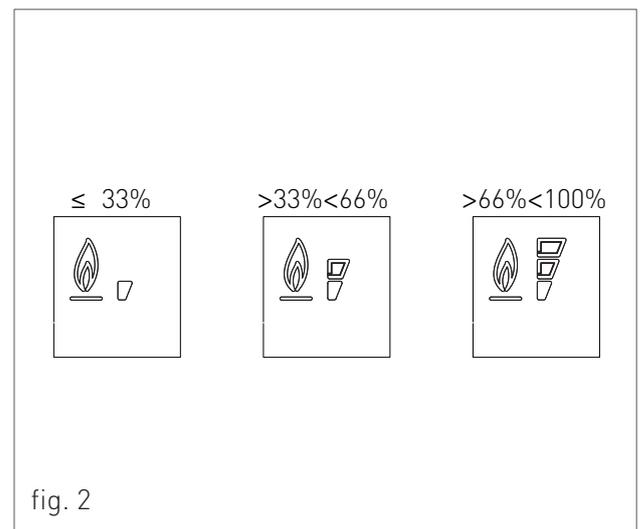

fig. 2
3. SEGNALAZIONE FIAMMA PRESENTE / INDICA ANCHE, SU 3 LIVELLI DI PERCENTUALE, IL GRADO DI POTENZA DI MODULAZIONE DELLO SCALDABAGNO (fig.2). LA FIAMMA INCROCIATA (LAMPEGGIANTE) INDICA CHE È ATTIVO UN BLOCCO ANOMALIA, È RICHIESTO IL RESET;